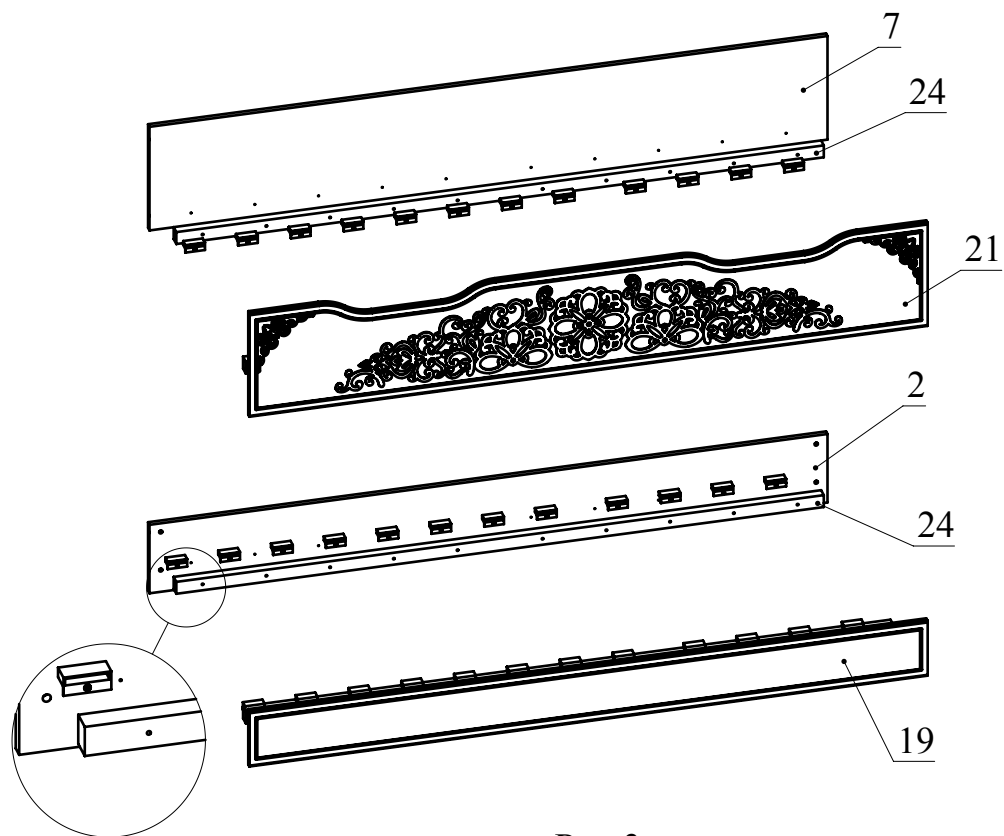

Рис.3
4. Прикрутите при помощи шурупов 4х30 детали 24 (брус деревянный) к деталям 2, 5, 19, 21. Прикрутите при помощи шурупов 3,5х16 латодержатели к деталям 24 (брус деревянный) (Рис. 3).